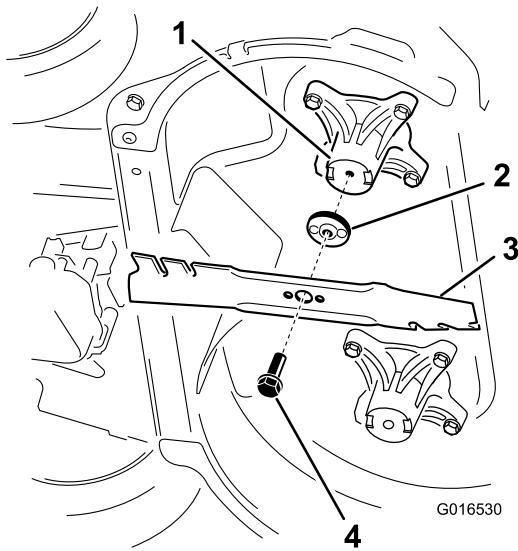

Bild 44
2. Entfernen Sie jedes Messer, siehe Bild 44.
- 1. Montieren Sie das erste Messer so, dass es horizontal ist, und all Befestigungen, wie in Bild 44 dargestellt.